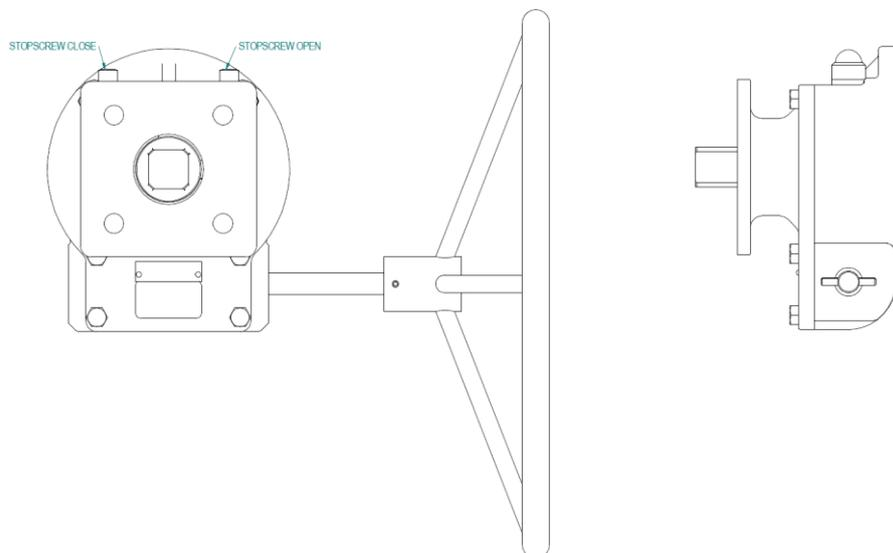

Figura 10: Regolazione delle viti di arresto del riduttore ILG/S sinistrorso
5. Aprire completamente il riduttore (e la valvola) ruotando il volantino in senso antiorario. Quando non è possibile raggiungere la posizione di apertura completa, allentare l'apertura della vite di arresto (vedere Figura 10) e controllare la regolazione dell'arresto della corsa dell'attuatore. Continuare a ruotare il volantino finché la valvola non è completamente aperta.
8. L'attuatore (e la valvola) deve ritornare nella posizione di completa chiusura. Quando non è possibile raggiungere la posizione di chiusura completa, allentare la vite di arresto (vedere Figura 10) e controllare la regolazione dell'arresto della corsa dell'attuatore.